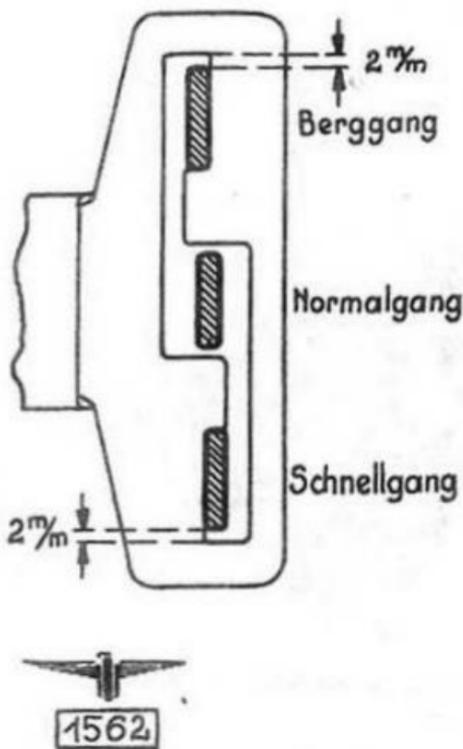

Abb. 13. Schalthebeleinstellung in der Kulisse.
10. Schalthebel mit Schaltstange verbinden und richtig einstellen. Arretierbolzen des Schaltzylinders in Bergganggraste einschnappen lassen. Schaltstange auf richtige Länge einstellen, Schaltgabel muß genau in die Kulisse passen, darf nicht klemmen, muß an beiden Enden 2 mm Spiel haben. (Abb. 13.)